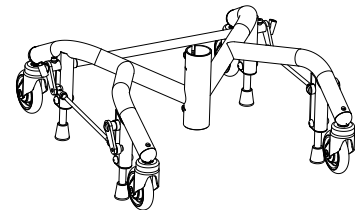

Abb. 5.43. Rahmen mit vier Bremsfüßen.
Der 9000 PLUS-Rahmen (48) 4 Punkte gebremst ist mit zwei Bremsfüßen versehen und wird nach hinten gebremst, siehe Abb. 5.43.